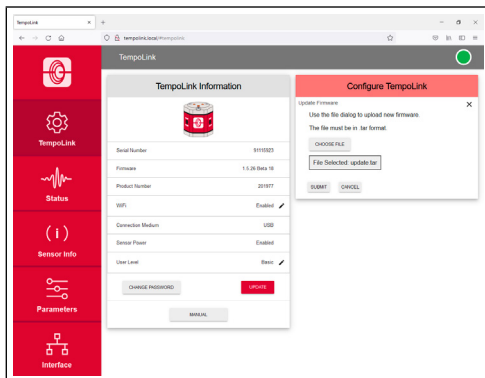

Abb. 20: Datei zur Firmware-Aktualisierung ausgewählt
- Klicken Sie auf die Schaltfläche SUBMIT, um die Aktualisierung durchzuführen (Abb. 20).